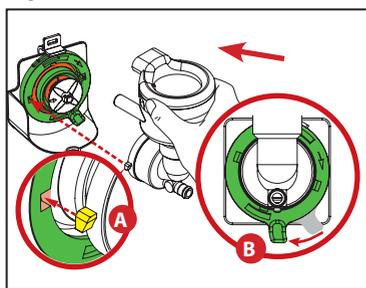

Fig. 4
3. Ruotare la piastra di montaggio in senso orario fino a che i fori del miscelatore sono allineati sulle posizioni di ore 3 e ore 9. Allineare i ganci di guida sul contenitore di miscelazione e inserirli attraverso la piastra e nel telaio (A). Infine, bloccare il contenitore di miscelazione ruotando la piastra di montaggio in senso orario fino a battuta, con la linguetta che si trova sulla posizione di bloccaggio (B). (Vedere la fig. 4)